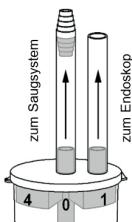

Abb. 1
- Koble slangen fra den midtre koplingen av fellen til sugesystemet (Fig. 1).
- Koble den ytre kontakten til endoskopet (Fig. 1).